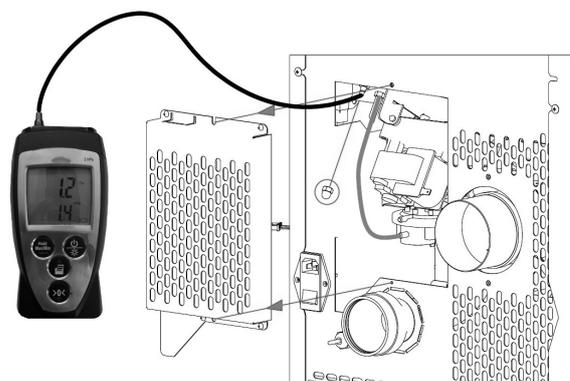

Fig. 76 - Prikluček digitalnega tlačnega stikala
- Za zaznavanje depresije povežite digitalno tlačno stikalo (glejte **Fig. 76**).